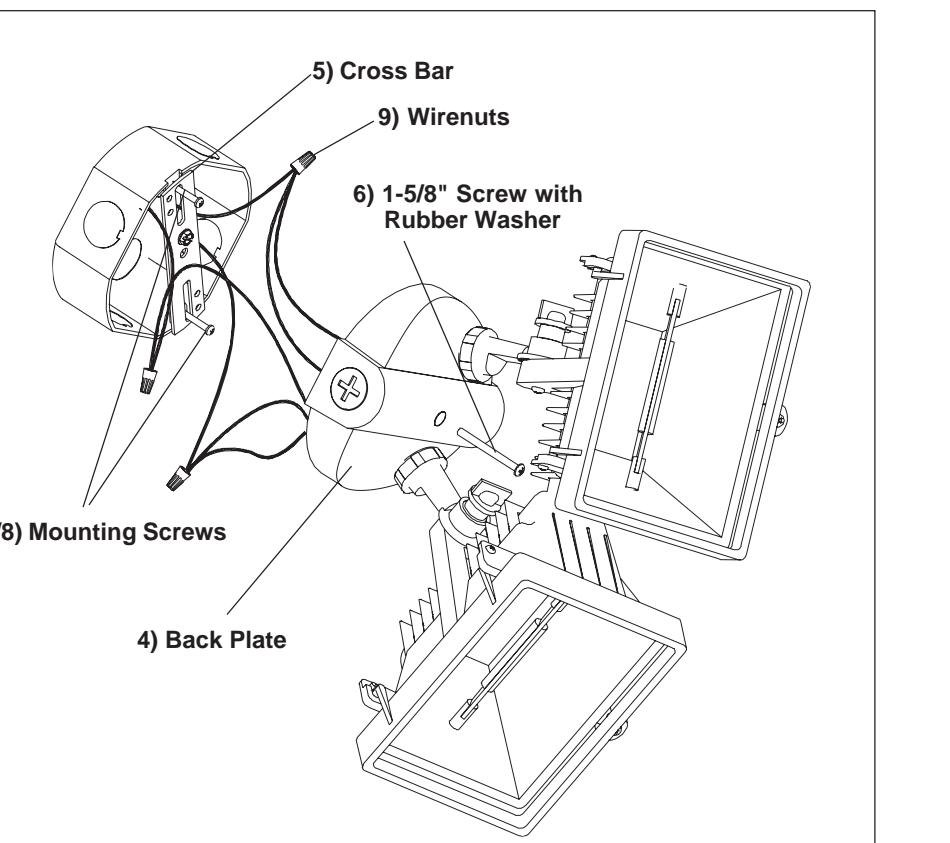

Figure 2
- Installer la traverse (5) à la boîte de jonction à l'aide des (2) vis de 1/2 po (cette dimension peut varier selon l'installation). **Voir la Fig. 2.****
- Install Cross Bar (5) to junction box using (2) 1/2" Screws (choose size depending on your requirements). See Fig. 2.
- Instale la Barra Transversal (5) caja de ensambladura utilizando (2) tornillos de 1/2" (escoja el tamaño dependiendo de sus requisitos). Vea Fig. 2.